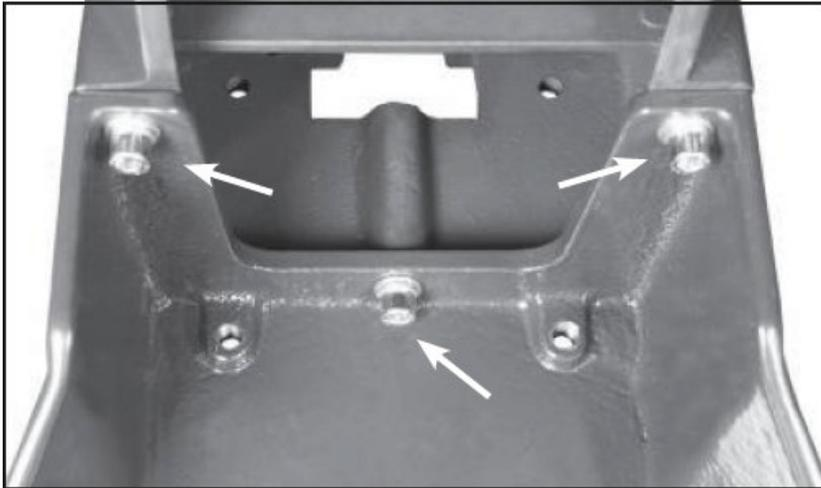

Abb.6-12: Befestigung der Maschinenbeine
4. Befestigen Sie die Maschinenbeine mit den sechs Unterlegscheiben, Federringscheiben und Sechskantschrauben an der Drechselbank. Verwenden Sie den mitgelieferten 8-mm-Sechskantschlüssel mit denen die Maschinenbeine am Ende des Reitstocks der Drechselbank befestigt sind (siehe Abb. 6-12)